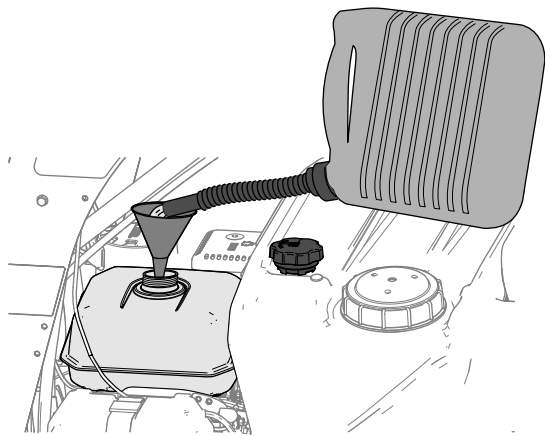

Figure 17
3. Nettoyez la surface autour du bouchon du réservoir de carburant et enlevez le bouchon (Figure 17).
4. Remplissez le réservoir de carburant (Figure 17) jusqu'à 6 à 13 mm (0,25 à 0,5 po) du sommet. **Le carburant ne doit pas monter dans le goulot de remplissage.**